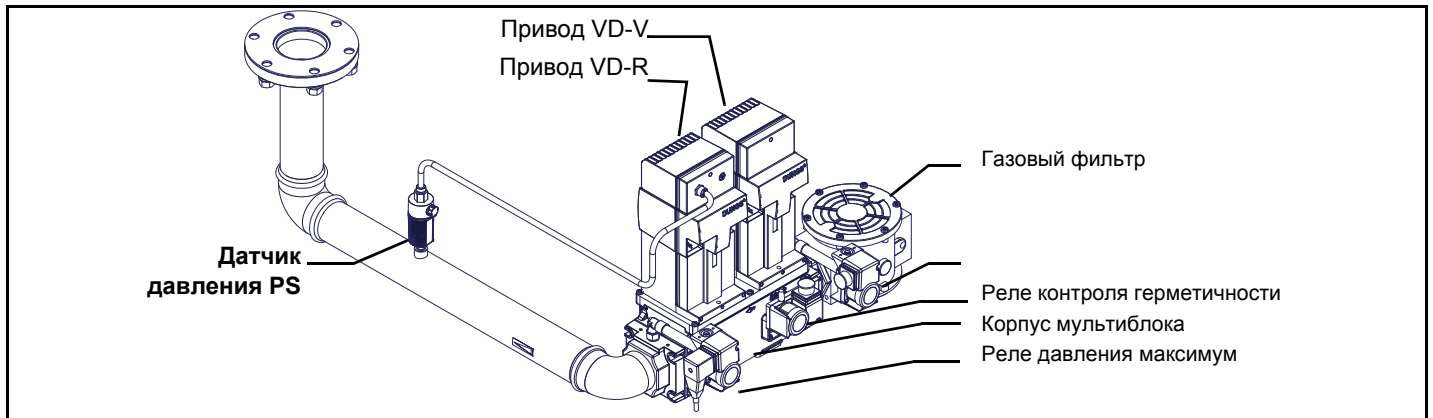

Рис. 11 - Пример газовой рампы
**ВНИМАНИЕ:** после монтажа газовой ramпы согласно схеме на Рис. 11, необходимо провести тестирование на герметичность газового контура, согласно требований действующих нормативов.
- 1 - б) при фланцевых соединениях: между соседними компонентами устанавливать прокладку (1A..1E - Рис. 11), совместимую с используемым газом,
**ВНИМАНИЕ:** после монтажа газовой рампы согласно схеме на Рис. 11, необходимо провести тестирование на герметичность газового контура, согласно требований действующих нормативов.